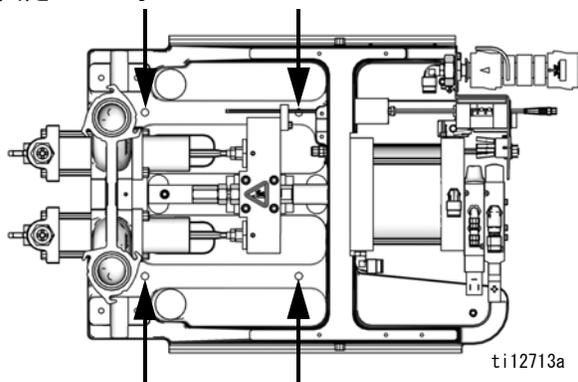

図 4: 取り付け穴
4. 据え付け用穴に締め具で固定することにより、フレームを選定設置箇所に取り付けて下さい。図 4 を参照してください。